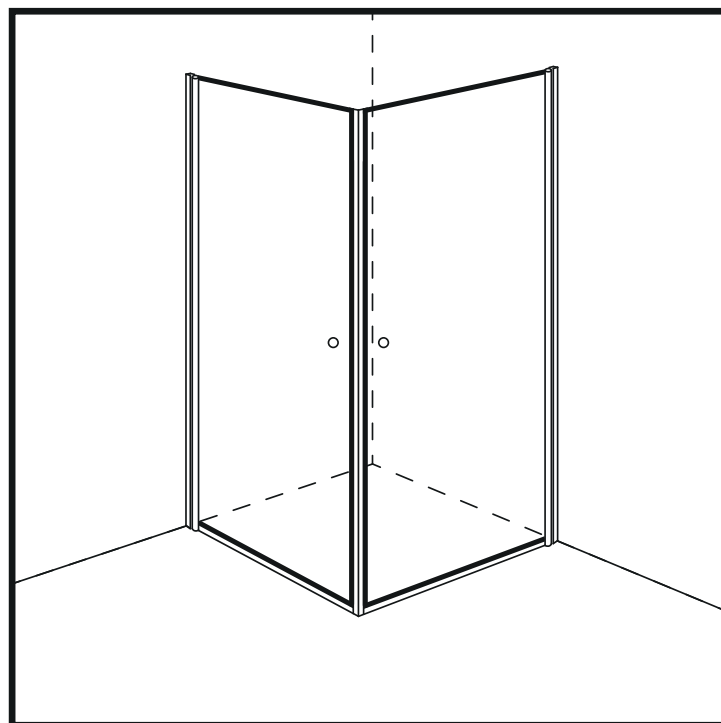

Abbildung 18
19. Entfernen Sie die Blöcke unter dem Glas. (Abbildung 18)